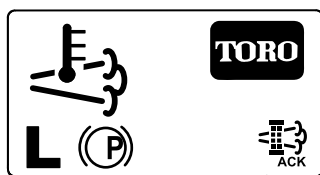

Figure 57
8. L'InfoCenter affiche l'écran d'accueil et l'icône de confirmation de régénération (Figure 57) apparaît en bas à droite de l'écran durant le processus de régénération.